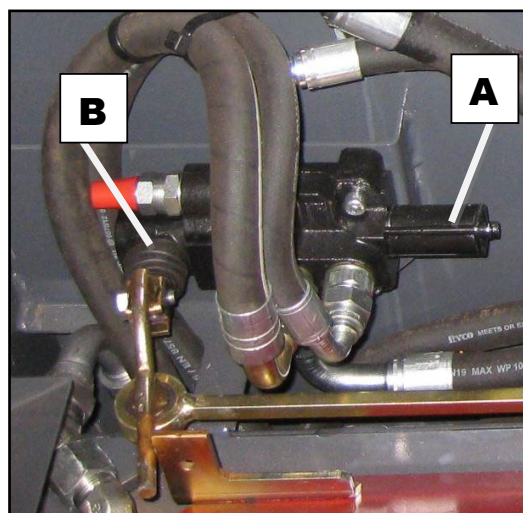

Figure 30
- ❑ Pour résister aux contraintes et pour fonctionner sans problème, le côté détente A, Fig. 30, l'articulation de la pédale de commande B et l'articulation à rotule de la soupape de commande doivent être lubrifiés régulièrement.